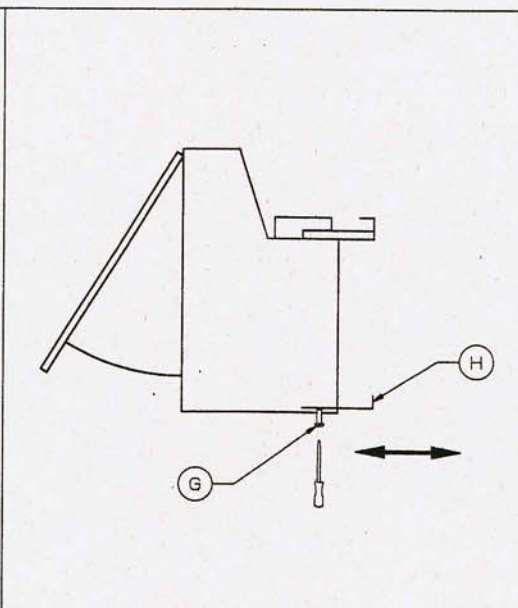

Fig. 5
- 3º Para compensar la mayor profundidad lograda en la parte inferior del aparato, está posicionada una escuadra móvil H (Fig. 5) que hay que extraer según necesidad después de haber aflojado los tornillos G. Cuando la base del aparato esté perpendicular a la pared, roscar de nuevo los tornillos.